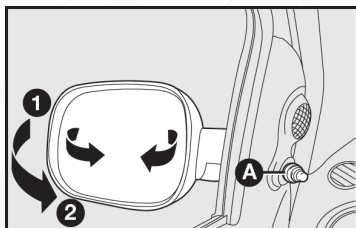

fig. 10
*Con regulación interna fig. 10*
Al interior del vehículo, mueva la palanca A-fig. 10.
Si el tamaño espejo ocasiona dificultades al pasar por un lugar estrecho, cambie la posición 1-fig. 10 a la posición 2-fig. 10.